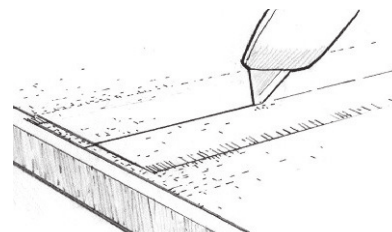

图27 在环氧树脂凝胶后，裁剪重叠的织物。
- b) 用锋利的工具刀切开两层织物（图27），注意不要切得太深。